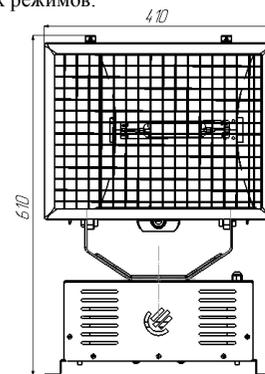

Рис.1
- Прожекторы на монтируемой поверхности должны быть закреплены при помощи болтов или другого крепежа с усилием натяжки (35±1) Н·м. (для исполнения 201 рис.1)
5.2. Для прожекторов исполнение 201 рис.1:
Вариант исполнения	Стационарный рис.1 (исп.201)